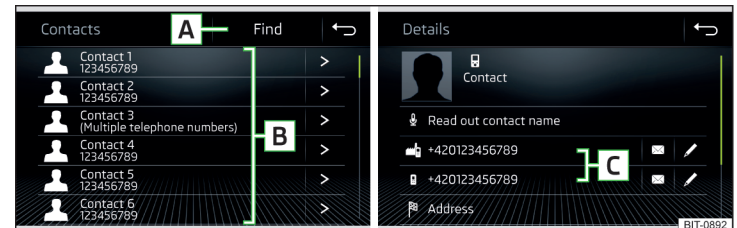

Abb. 148 Liste der Telefonkontakte / Kontaktdetails
- › Im Hauptmenü *Telefon* die Funktionsfläche  antippen, es wird eine Liste der Telefonkontakte angezeigt » Abb. 148.